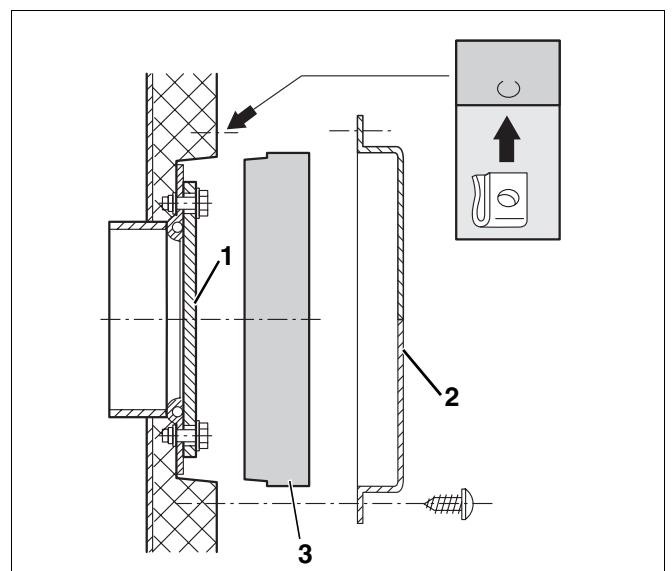

Abb. 7 Wärmeschutz – vorderer Handlochdeckel
- Wärmeschutzscheibe (Abb. 7, **Pos. 3**) vor vorderen Handlochdeckel (Abb. 7, **Pos. 1**) einlegen.
- Abdeckhaube (Abb. 7, **Pos. 2**) vor Handlochdeckel mit 4 Blehschrauben anschrauben.